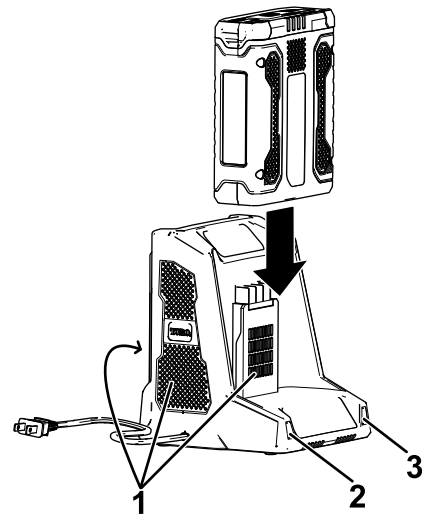

Figura 11
4. Introduzca la batería en el cargador hasta que esté completamente asentada (Figura 11).